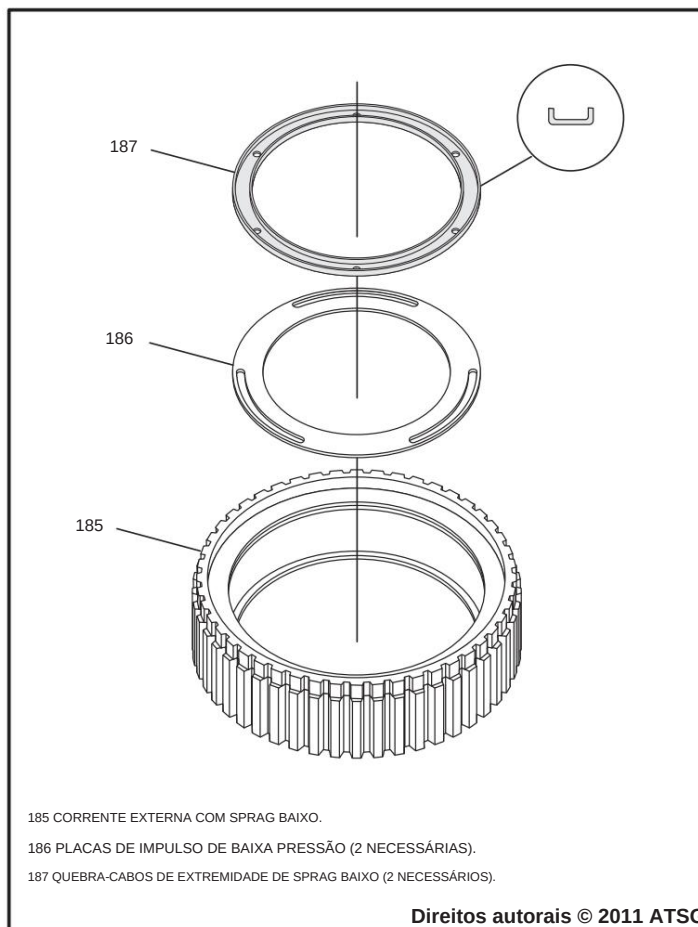

Figura 67
5. Coloque a pista externa do suporte inferior em uma superfície de trabalho plana na posição mostrada na Figura 67.
6. Instale uma das placas de encosto do suporte inferior na parte interna da pista externa, conforme mostrado na Figura 67.
7. Instale um rolamento de extremidade inferior com os lábios voltados para cima, conforme mostrado na Figura 67.